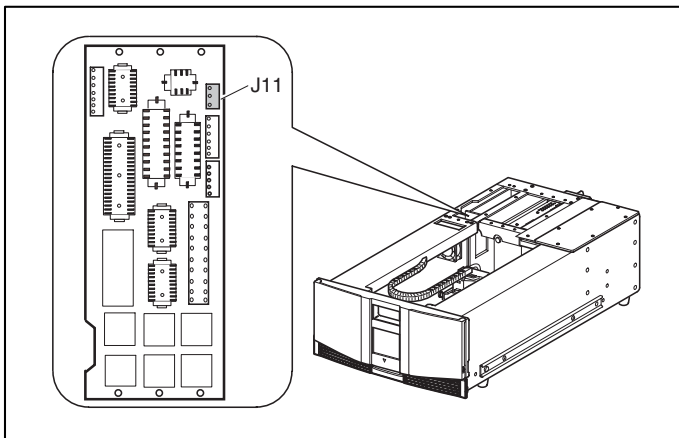

**Figura 5: Instalación del ventilador de repuesto**
9. Con el ventilador de repuesto, pase el cable de alimentación con el conector en Y a través de la ranura de acceso situada en la parte superior del chasis y en dirección a la placa posterior. Consulte la Figura 5.